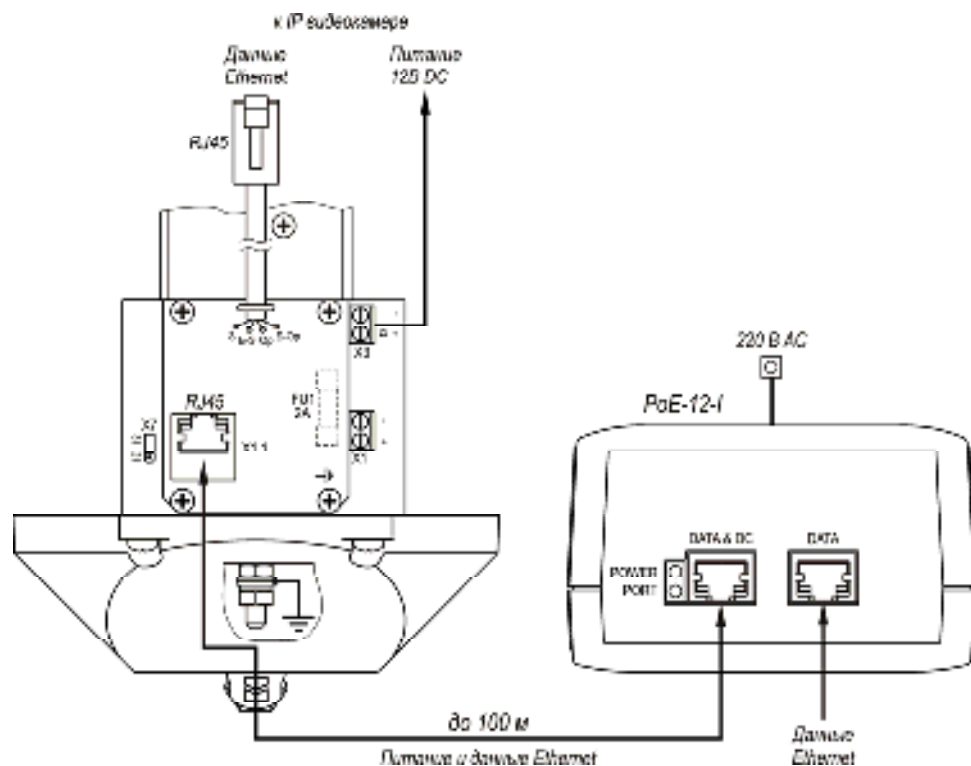

Рис.4 Схема подключения IP-видеокамеры
1. Кронштейн ТГБ-3 для крепления IP-видеокамеры ТВК-93 PoE на опоры Ø 115÷135 мм (другой размер – под заказ). Монтаж кронштейна см. рис.4.
* Предприятием изготовителем джампер Х7 установлен в положение «31» - мощность обогрева 31 Вт, для изменения мощности на 21 Вт джампер Х7 необходимо переставить в положение «21» (см. рис.4).
5. При необходимости изменить мощность обогрева гермобокса, выкрутить 4 винта крепления задней крышки гермобокса, выдвинуть модуль видеокамеры из кожуха и установить джампер X7 в нужное положение (рис.4). Установить модуль видеокамеры обратно в кожух. Закрыть 4 винта крепления задней крышки с усилием $5\pm 0,5\text{Нм}$.